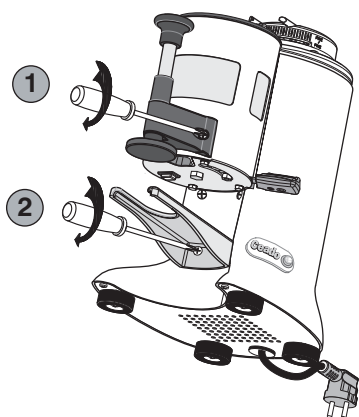

Fig. 15
- 5** Avvitare e stringere bene le viti di fissaggio sia del pressino telescopico (1, Fig. 15) sia della nuova forcella (2, Fig. 15).